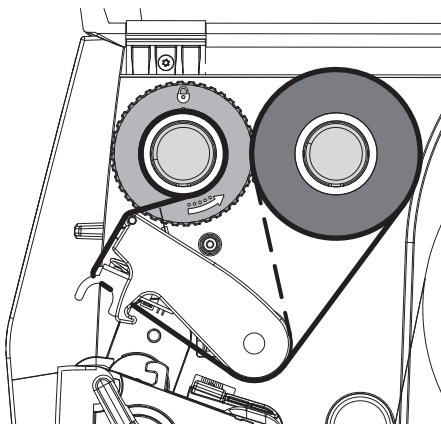

Рис. 13 Ход трансферной ленты
5. Отрегулируйте положение ограничителя полей на намотчике по ширине сердечника ленты (4) и наденьте сердечник ленты на намотчик (2).
6. Проведите трансферную ленту через печатный узел, как показано на Рис. 13.
► Проденьте трансферную ленту поверх датчика этикеток (6).
7. Закрепите начало трансферной ленты с помощью клейкой ленты на сердечнике ленты (4) посередине. При этом намотчик трансферной ленты должен вращаться против часовой стрелки.
8. Поверните намотчик трансферной ленты (2) против часовой стрелки, чтобы выровнять ход ленты.